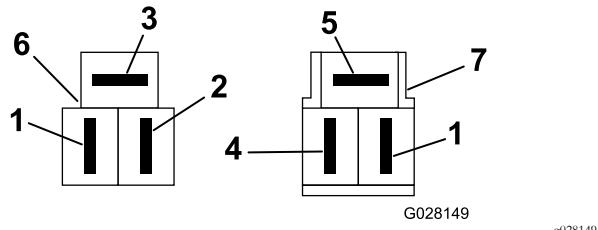

Figura 9
- Agendo sulla piastra elettrica, collegate il connettore a 3 pin del pressostato elettrico al connettore corrispondente situato sul cablaggio principale della macchina (Figura 6 e Figura 9).